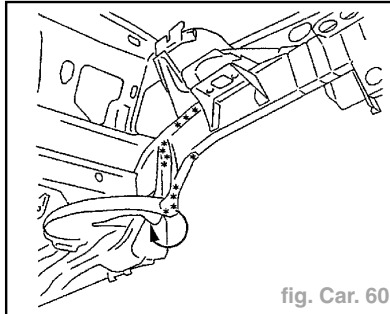

fig. Car. 60
- Dégraffer les points à l'aide d'une fraise de diamètre = **8 mm** (fig. Car. 60).